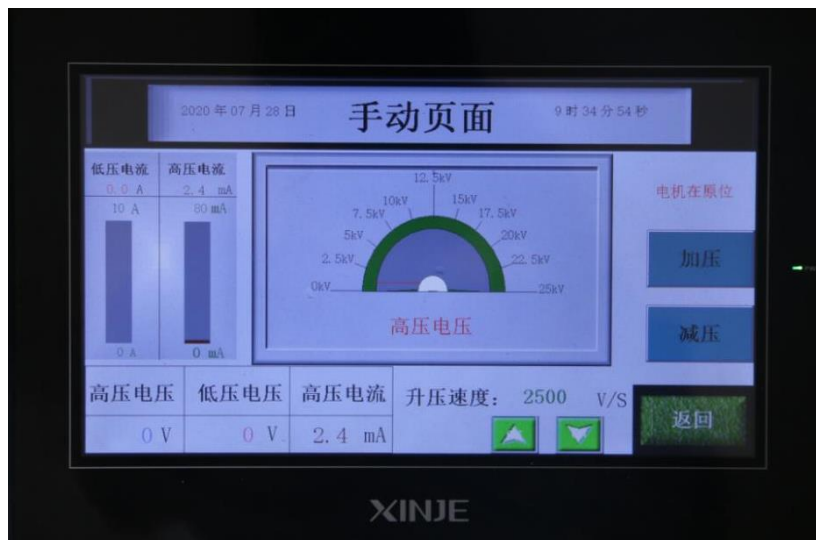

图 6-3 手动页面
6.3.3 “返回”：点击返回，a.电机在位，回到主页面。b.电机不在原位，会弹出窗口，点击确定，回到主页面，电机自动回原位。点击取消，返回到手动页面。如图 6-3 所示。